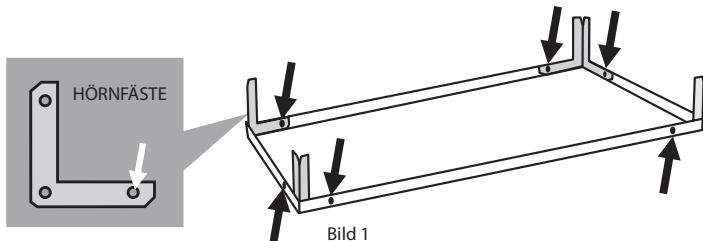

Bild 1
1. Ta ett hyllplan och montera de sex hörnfäste-na på undersidan. (Detta hyllplan kommer att användas i steg 5.) Se bild 1.